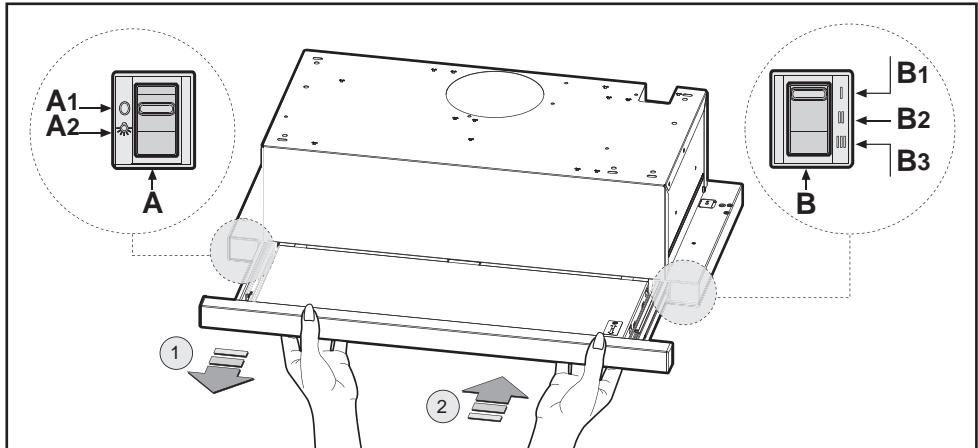

Fig.9.1
• **Kommandoknappar slider (Fig.9.1):**